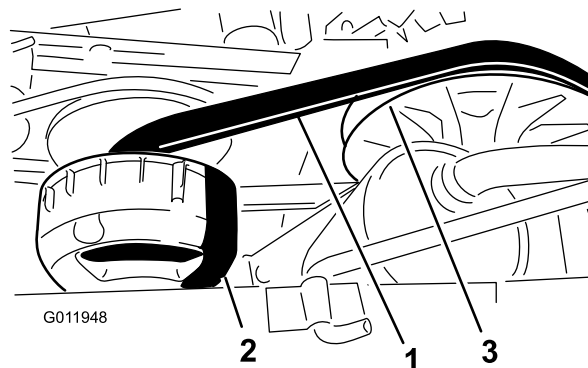

図 63
4. ベルト 図 63を手で回転させながら、磨耗や破損がないかを点検する。
3. 2次クラッチを回しながら2次クラッチ部分でベルトを外す(図 63)。
4. 一次クラッチからベルトを外す(図 63)。
5. 新しいベルトを一次クラッチに掛ける 図 63。
6. 2次クラッチを回しながら2次クラッチ部分でベルトを外す(図 63)。